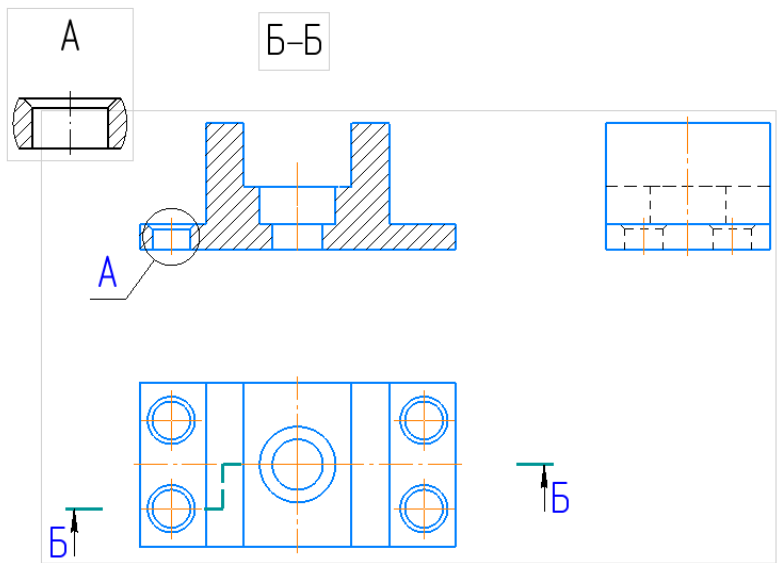

Рисунок 61.
24. Чертеж имеет следующий вид (рисунок 61).